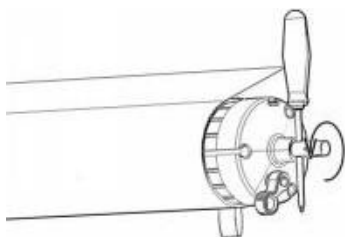

Figure E1
16. Brak napięcia w rurze nawojowej markizy: Sprawdź, czy sprężyna skrętna rury nawojowej nie straciła napięcia. Aby dokręcić sprężynę rury nawojowej, włóż śrubokręt o średnicy 6 mm w stalowy wałek na końcu rury nawojowej, dokręć w kierunku wskazanym przez zaślepkę, a następnie włóż sworznię zabezpieczającą. (Rysunek E1)